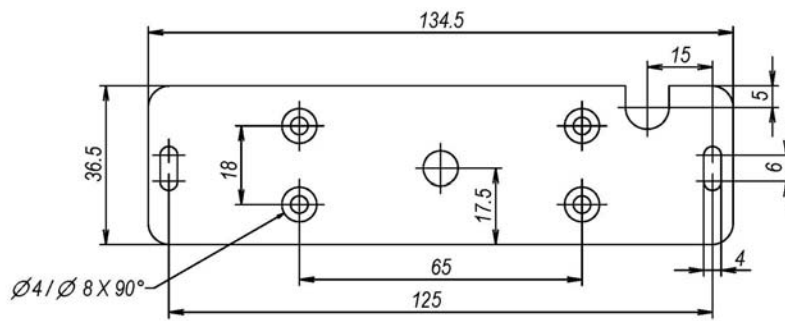

Рис.3
5.2 Основание корпусной части крепится на дверной коробке через два овальных отверстия саморезами 3 мм с учетом габаритно-установочных размеров (Рис.3) и расположения выводов управления. Далее на ось основания устанавливается корпусная часть и при закрытой двери перемещением основания с корпусной частью вдоль овальных отверстий достигается совпадение рабочих поверхностей корпусной части и якорной пластины. Для обеспечения эксплуатационных характеристик рабочие поверхности корпусной части и якорной пластины должны плотно прилегать при закрывании двери. После этого корпусная часть снимается, и пластина крепится еще четырьмя саморезами 4 мм. Саморезы в овальных отверстиях снимаются, вновь устанавливается на ось корпусная часть и закрывается кожухом, который закрепляется через свободные овальные отверстия.